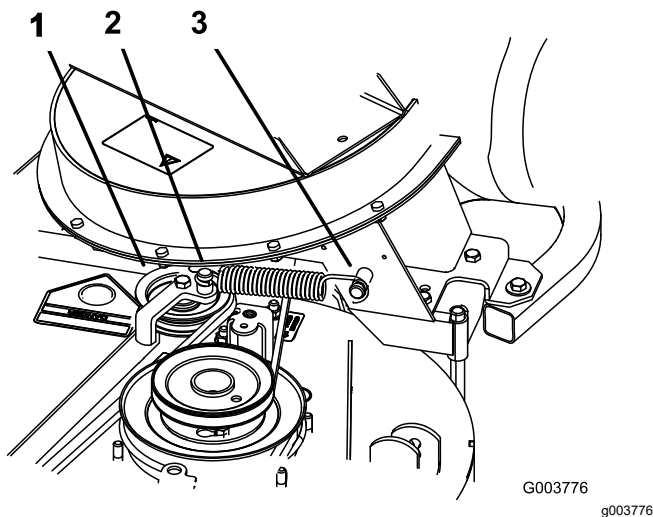

Figura 42
8. Instale el resorte como se muestra en la Figura 42.